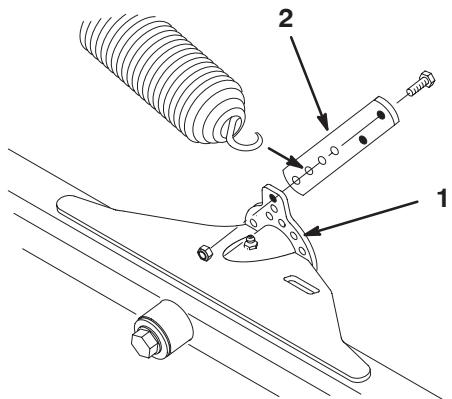

Figura 13
1. Monte um fixador de mola no lado interior traseiro da patilha regulação de cada unidade de corte dianteira com 2 parafusos (1/4 x 3/4 polegada) e porcas de freio, conforme Figura 13.